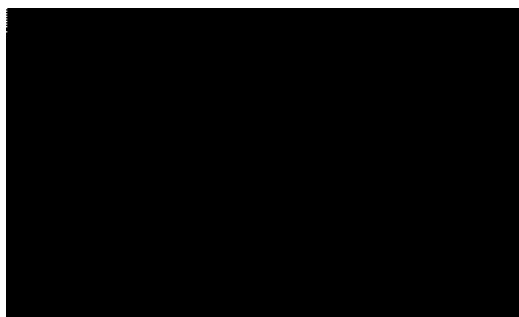

Рис. 26. Пример ошибки подключения
- Пользовательские (рис. 26) — возникают в результате неправильного подключения стимулятора или неверных действий персонала. Данные неисправности могут быть устранены самостоятельно. Список возможных пользовательских неисправностей стимулятора приведен в табл. 9.